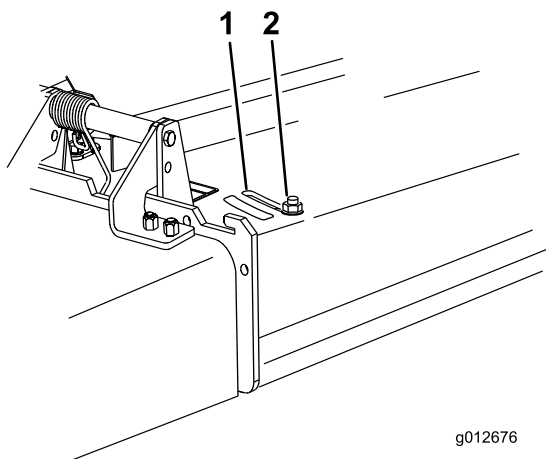

Figura 17
3. Per regolare il deflettore, allentate il dado (Figura 17).